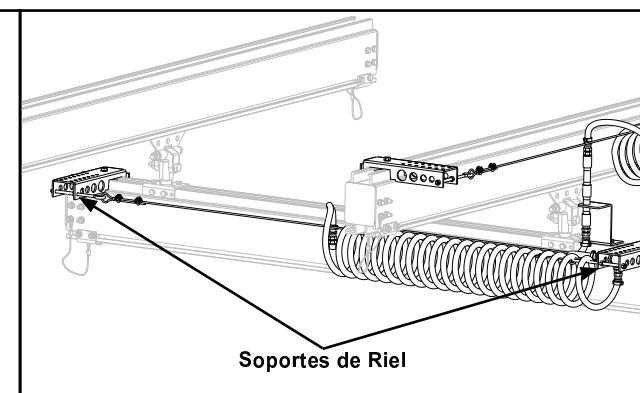

Figura 3-122
- Paso 4. En lado opuesto del Riel, instale soporte de Riel aflojando M12 HHCS y deslizando soporte en el canal superior de riel del puente. Apriete M12 HHCS para asegurar soporte al riel. **Apriete hasta asentar tornillos + ¼ vuelta**. No apretar de más, puede doblar el soporte. Vea Figura 3-122.